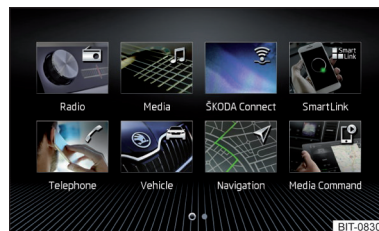
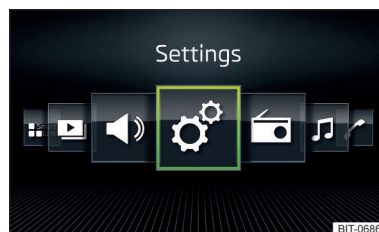

Fig. 129
Fig. 130
- ▶ Selectați opțiunea **Afișare rastru** » fig. 129 sau **Afișare orizontală** » fig. 130.